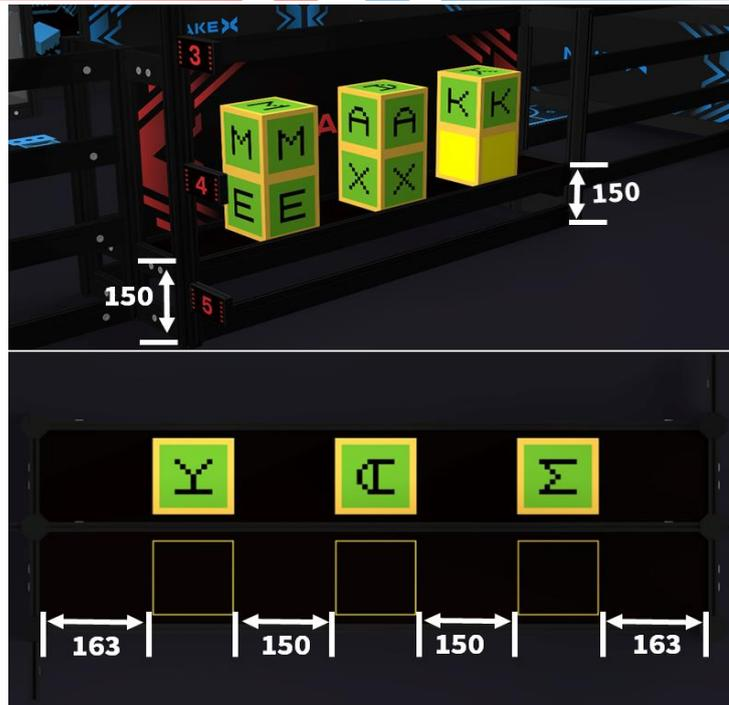

图 3.8 生产台示意图
(5) **生产台**：每方阵地中各有 1 个，为比赛开始前字母方块和空白方块的初始摆放区域（每场比赛前由**裁判**随机抽签确认排布顺序）。平台外围扁铝距**地面**垂直高度为 150 mm,方块摆放位置如图 3.8 标注所示。